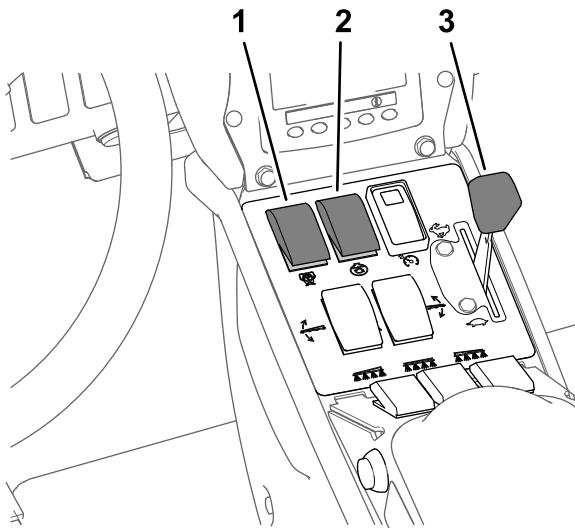

Figura 42
8. Ponga el interruptor de agitación y el interruptor de la bomba de fumigación en la posición de ACTIVADO (Figura 42).
9. Mueva el acelerador a la posición de RÁPIDO (Figura 42).
Nota: Este procedimiento supone que la bomba de fumigación está activada; consulte Figura 42, en Fumigación en el Modo de caudal de aplicación (página 38).
4. Ajuste el acelerador a la velocidad de motor deseada para la fumigación; consulte Figura 42, en Fumigación en el Modo de caudal de aplicación (página 38).